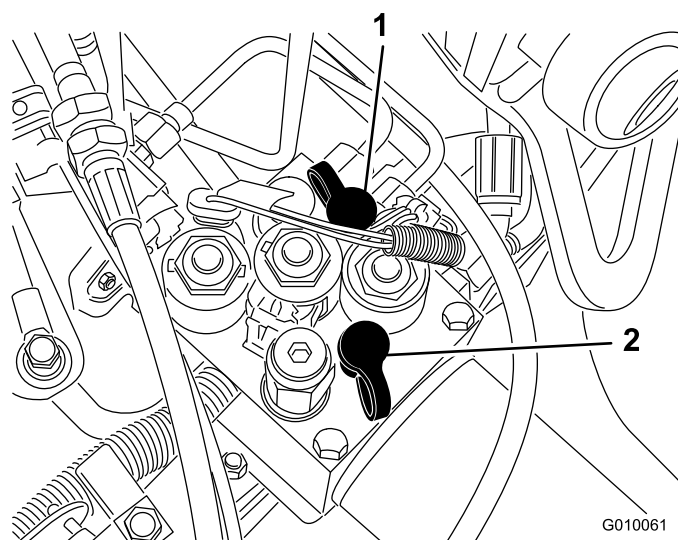

図 60
- ・ テストポートG2（図 60）は走行チャージ回路の故障探究用ポートです。
- ・ テストポートG1（図 60）は昇降回路の故障探究用ポートです。